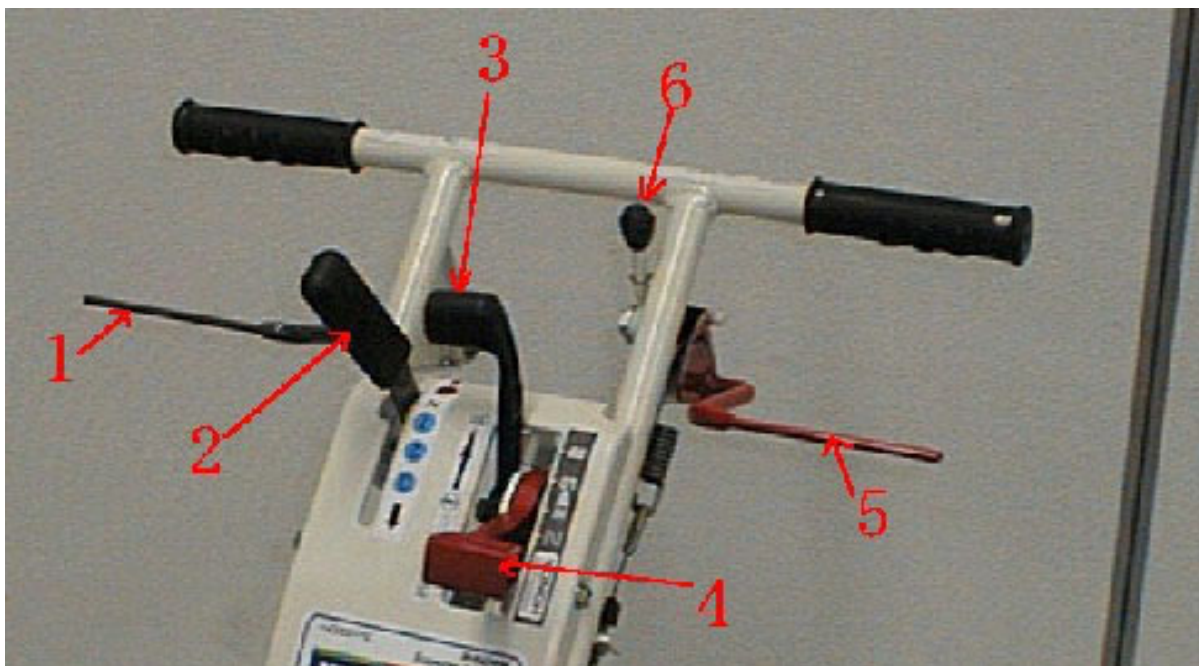

Figure 2
Après avoir engagé une vitesse (voir chapitre « levier de vitesse »), tirez sur la poignée (figure 2, repère 1) pour faire avancer la tondeuse. Relâchez la poignée, la machine s'arrête.
Il permet de sélectionner la vitesse d'avancement suivant la hauteur de l'herbe à couper (figure 2, repère 2). La position (N) correspond au point mort de la transmission.
LEVIER DE BLOCAGE DE DIFFERENTIEL (FIGURE 2, REPERE 3)
Ce levier a plusieurs fonctions (figure 2, repère 4).
Ils sont utilisés pour la tonte, ils permettent d'actionner les lames et de les maintenir en rotation (figure 2, repère 5 et 6). Poussez d'abord le levier (figure 2, repère 6) vers l'avant, puis tirez le levier rouge (figure 2, repère 5) contre le mancheron. Pour arrêter la rotation des lames, relâchez le levier (figure 2, repère 5).
- Enclenchez la rotation de la lame (figure 2, repère 5) puis accélérez à fond.
- Actionnez la poignée d'avancement (figure 2, repère 1). La tonte commence.